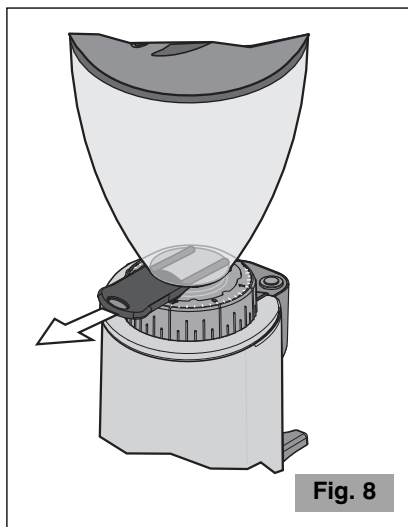

Fig. 8
**⚠ S'assurer de l'ouverture complète de l'obturateur de la cloche jusqu'à la fin de sa course (dernier déclenchement) (voir Fig. 8).**